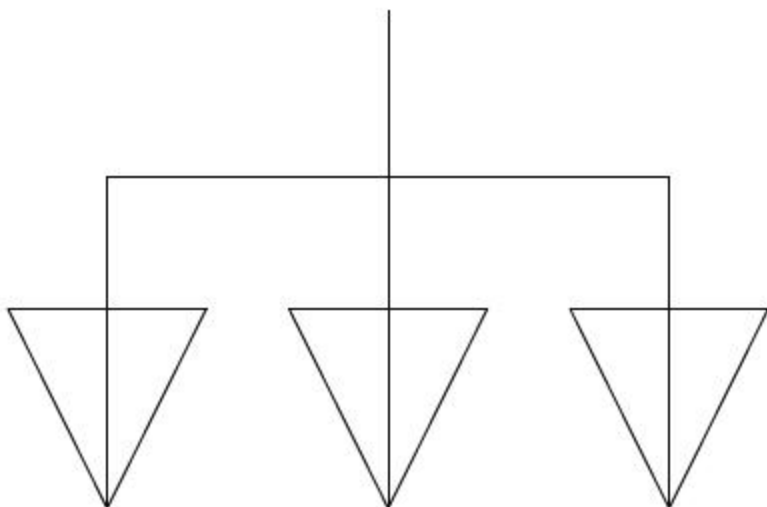

图8-60 最终结果
- 05 调用CO【复制】命令，选择绘制完成的线段向右移动复制，结果如图8-60所示。